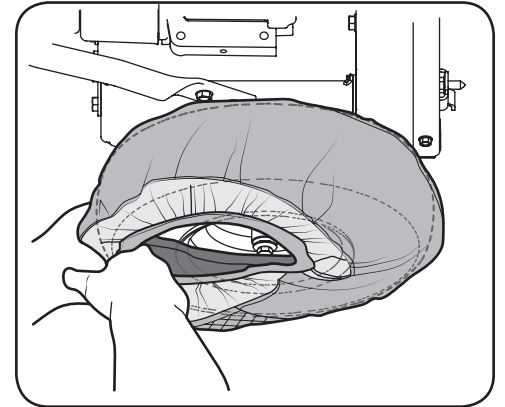

Figura 4-7
1. Coloque una funda para nieve en la parte superior de la rueda de la base de potencia FLEX™, como se indica en la Figura 4-7, luego pase el resto de la funda por la parte inferior de la rueda.